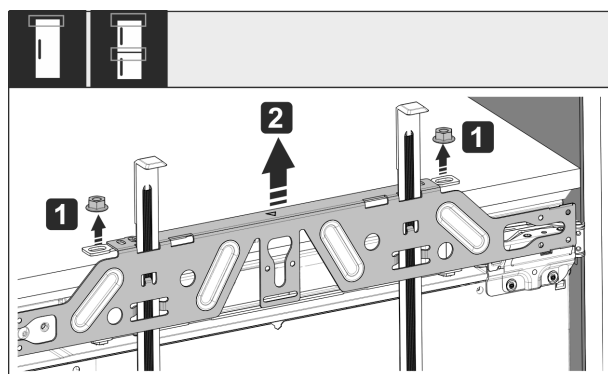

Fig. 53
- Svitare i controdadi Fig. 53 (1).
- Togliere la traversa di fissaggio Fig. 53 (2).